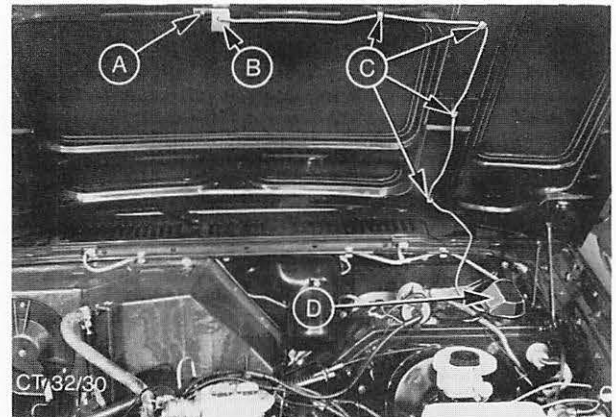

Abb. 3 A = Befestigungsschraube
5. Kabel in die Klammern an der Motorhaube einhängen, Abb. 3, und an Klemme 1 des Sicherungskastens anschließen.